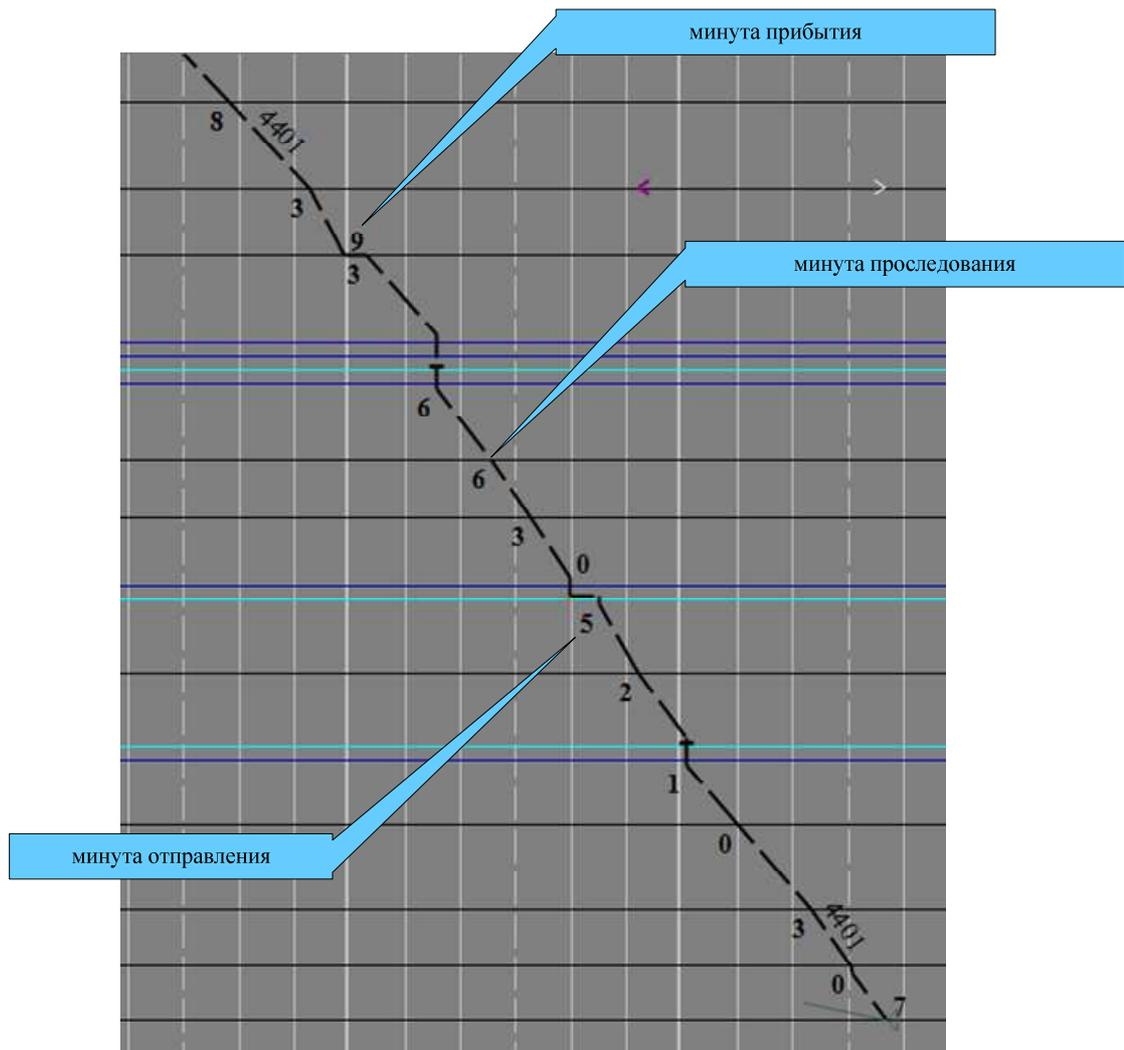

Рис.9.Отображение минут поездных событий по нити на графике
- **исполненные нити движения поездов** (см. рис. 2): отображаются по факту свершения поездных операций. Могут быть **идентифицированными** (имеют номер) и **неидентифицированными**. Содержат минуты поездных операций (см. рис. 9). Неидентифицированные нити отображаются белым цветом, идентифицированные – цветом, определенным в настройках системы (см. п.8.5.). При наведении указателя «мыши» на нить она подсвечивается (такая нить в дальнейшем называется **выделенная** нить). При наведении указателя «мыши» на идентифицированную нить выводится информационное окно с информацией о нити (номер, индекс поезда, вес и длина в условных вагонах);